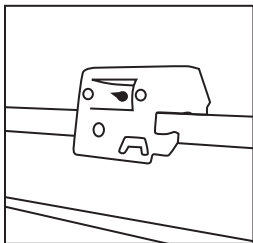

Figure 7
Paso 3. Coloque el accesorio en su posición y fije a presión la pata de la barra de suspensión con los clips de barra T integrados en las barras (Fig. 6). Orificios adicionales provistos para fijación con alambre o tornillos (Fig. 7).